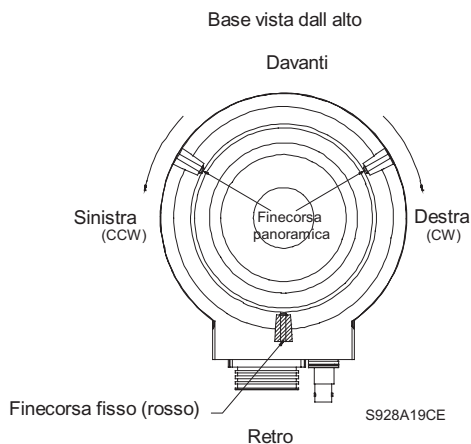

Figura 3: ubicazione finecorsa panoramica (Modelli a 345°)
I due (2) finecorsa di panoramica sono regolabili e sono fissati ognuno per mezzo di una vite ad incasso. Le viti possono essere raggiunte attraverso un foro sull'estremità di ciascun finecorsa. Per allentare e serrare le viti di fissaggio usare una chiave maschio esagonale da 3/32 pollici (in dotazione). Vedere **Figura 3**.